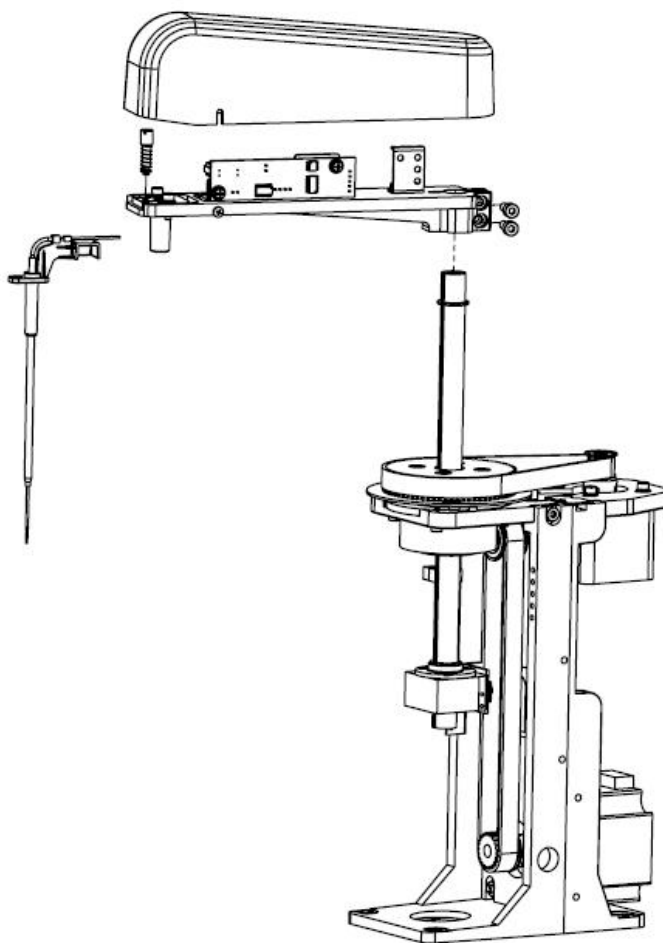

图 6-16 样本加样机构拆装
4. 样本臂由样本针、液面感应板、加样臂罩、针固定柱等组成，由样本臂托架支撑、连接。如图 6-16 所示：